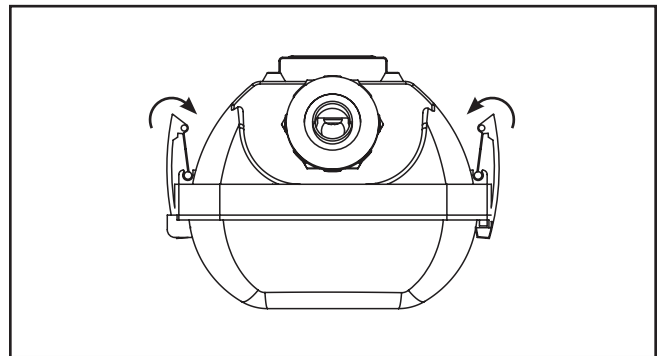

Figure 16.
17. Fixez les lentilles au logement à l'aide des agrafes à lentilles. (Figure 16)